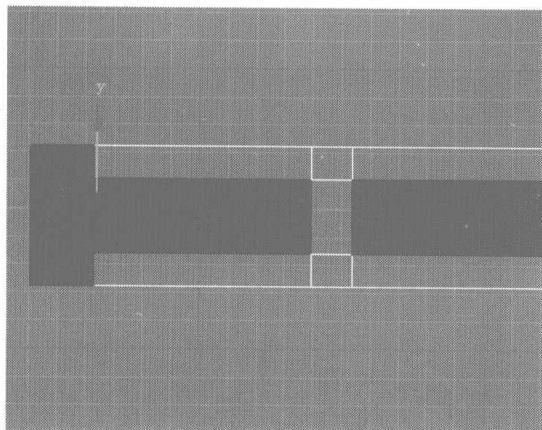
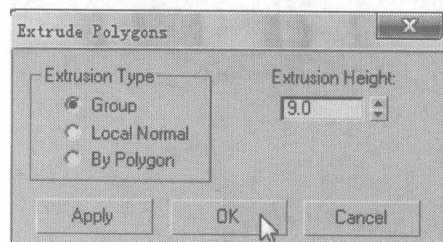
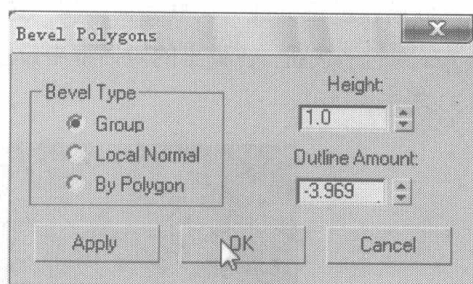

图 6.431
图 6.432
图 6.433
- 50** 选择如图 6.431 所示的面，在 Edit Polygons 卷展栏中单击 **Extrude** 右侧的小按钮，在弹出的对话框中设置挤压参数，如图 6.432 所示；再单击 **Bevel** 右侧的小按钮，在弹出的对话框中设置倒角参数，如图 6.433 所示。